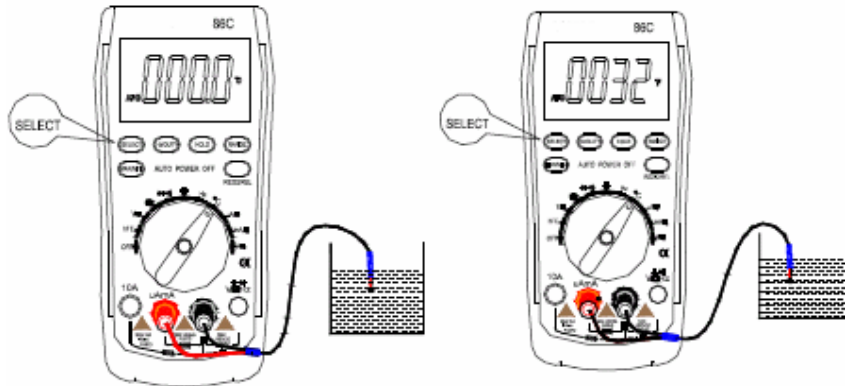

図 17-1
- 1: レンジ切り替えスイッチを温度測定モード“ ”に合わせてください(図 17-1)。